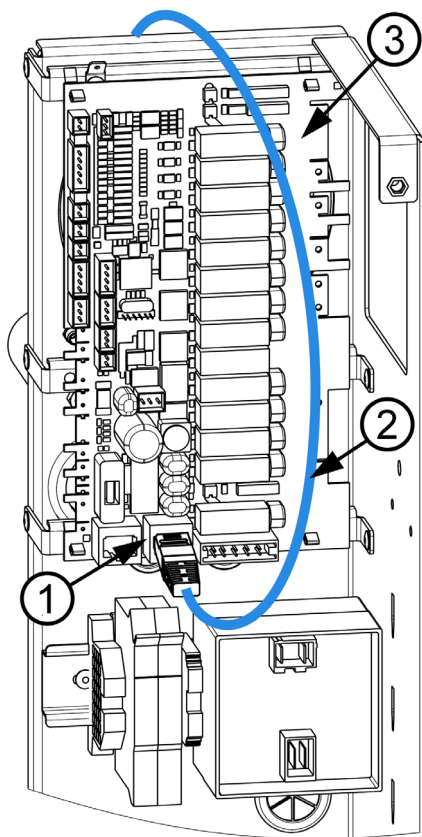

Рисунок 17: Установка UTP кабеля в порт RJ-45
Вставьте конец UTP кабеля (2) в порт RJ-45 (1) X4 или X5 на панели реле (3) (рис. 17).